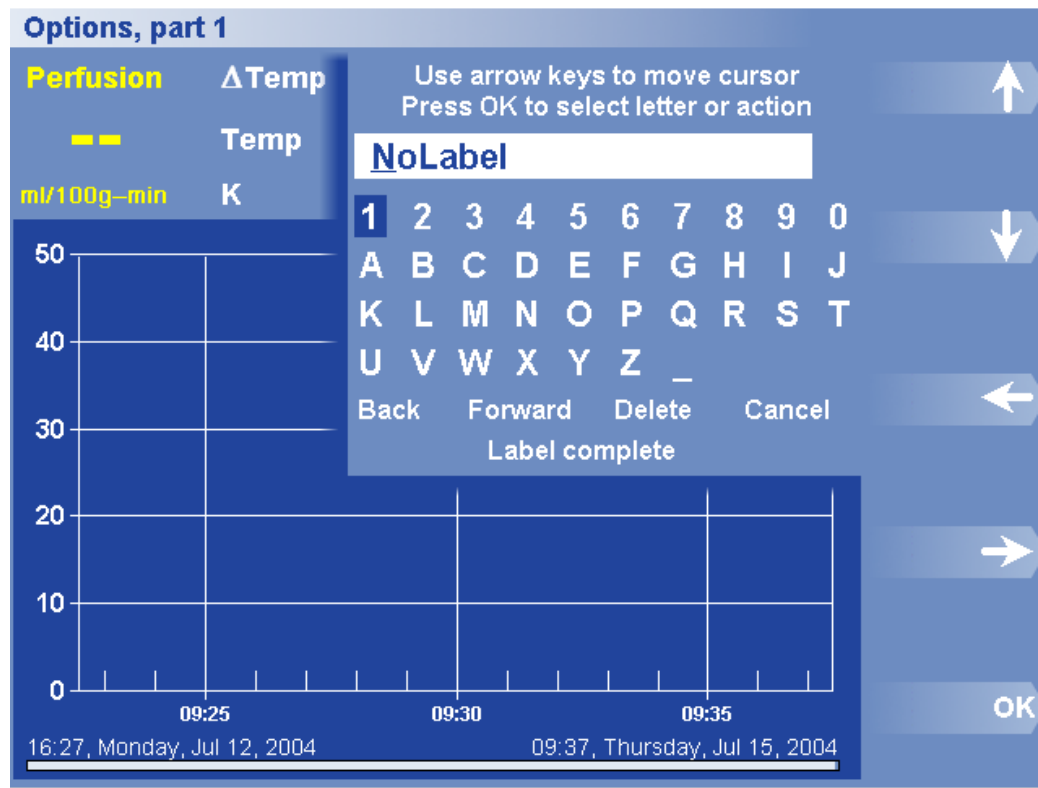

Figura 23. Caixa de Diálogo e Menu Definir Etiqueta
1. Prima Opções > Definir Etiqueta. Aparece a caixa de diálogo Etiqueta (ver Figura 23).